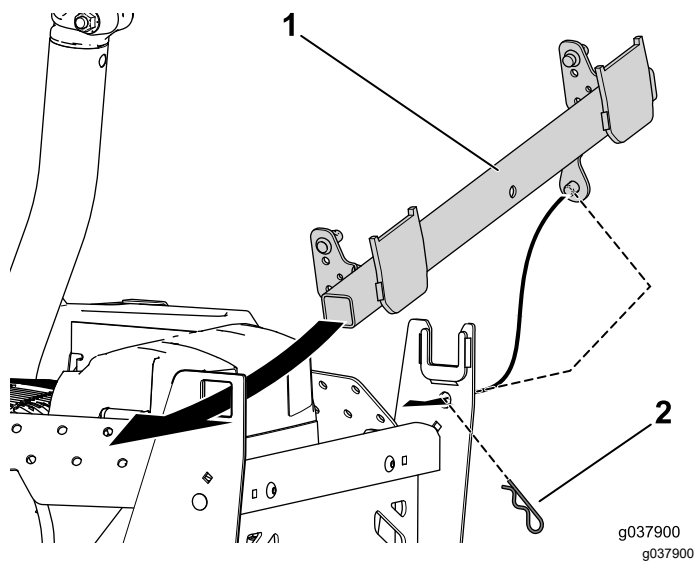

Figura 16
1. Fate scorrere l'estremità quadrata del gruppo perno attraverso l'apertura nel supporto del sistema di raccolta sinistro, e il perno attraverso il supporto destro (Figura 16).
2. Inserite la coppiglia nel perno per fissare il gruppo articolato al supporto del cesto di raccolta (Figura 16).